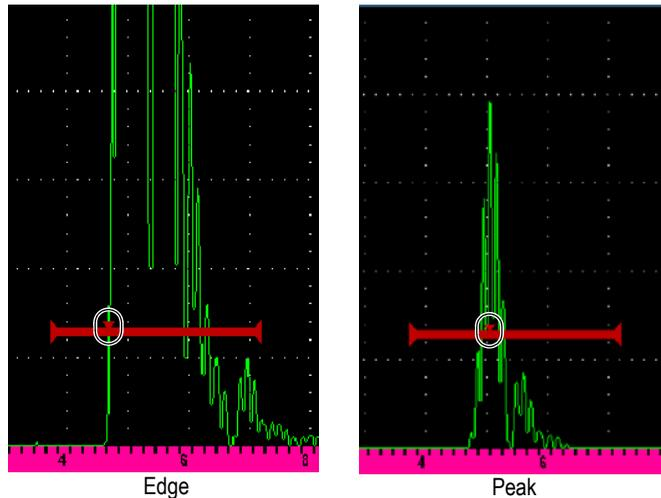

Рис. 3-10 Измерения в режимах Edge (Фронт) и Peak (Пик)
- **Edge** (Фронт): Измерение в первой точке пересечения строба эхо-сигналом (см. Рис. 3-10 на стр 63).
- **Peak** (Пик): Измерение максимума сигнала в стробированном участке (не обязательно должен пересекать порог строба). См. Рис. 3-10 на стр 63.